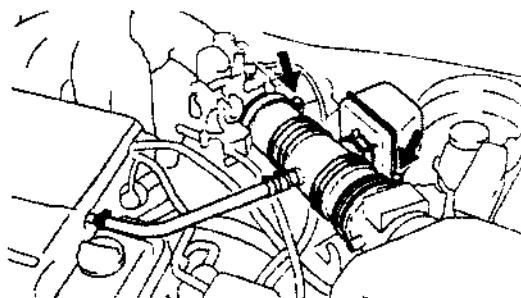

图 1.9 空气滤清器软管位置
- ① 拆下空气滤清器软管。空气滤清器软管位置如图 1.9 所示。